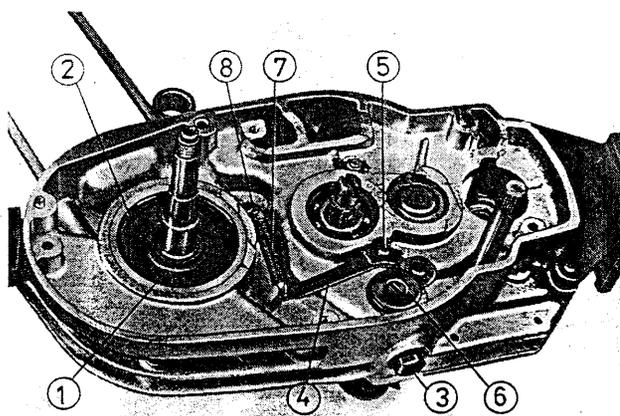

Fig. 263. Montage de l'arrêt de changement de vitesses
- Enfoncer le joint torique d'arbre (1) du côté d'embrayage à l'aide d'un mandrin d'enfoncement 29-50.409 (auparavant, graisser la lèvre d'étanchéité - elle est dirigée vers l'extérieur dans la direction de l'embrayage!).
- Monter le circlip en fil métallique (2) pour bloquer le joint torique d'arbre.
- Faire entrer la vis d'arrêt de changement de vitesses (3) avec le joint d'étanchéité, le ressort de pression et la bille.
- Placer le levier d'arrêt de changement de vitesses (4) sur le boulon-guide (5), le faire encliqueter dans le tambour-came (6) et accrocher le ressort de traction (7) dans le clou à encoches (8) (fig. 263). Le dégagement des paliers se fait ensuite en frappant des deux côtés du carter encore chaud à l'aide d'un marteau en caoutchouc ou en plastique.